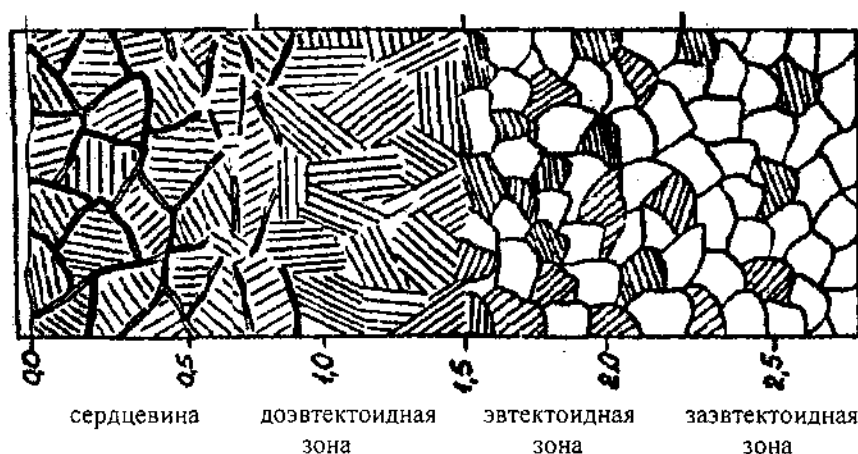

Рисунок 12.1 – Микроструктура цементованного слоя
- доэвтектоидную, состоящую из перлита и феррита (рисунок 12.1).